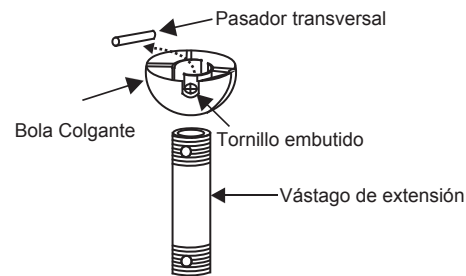

Fig. 7
Paso 5. Retire la bola colgante del ensamblaje del vástago de extensión aflojando el tornillo embutido, desatornillándolo y retirando el pasador transversal y desatornillando la bola del vástago. (Fig. 7)